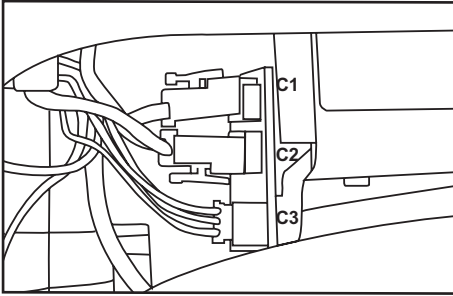

Fig 11
- El aparato dispone de un soporte mural (N) sobre el que se puede apoyar el producto.
- Colocar el gancho (R) en la parte trasera del aparato. (Fig. 11)